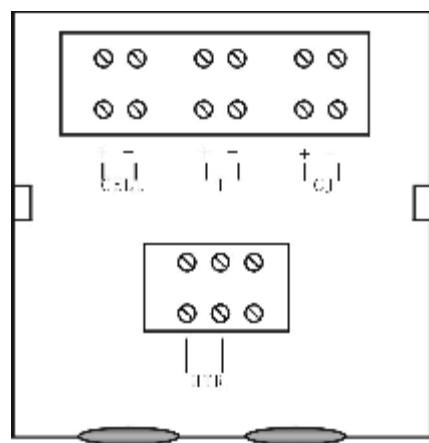

图 6 检测器接线盒布置图
(5) 安装前检查
- a. 冷状态初检：转换器进行外观及绝缘检查，检测器检查：(1) 端子 1、2 间电阻应大于 $2M\Omega$ 。(2) 端子 3、4 间电阻应小于 10Ω 。(3) 端子 7、8 间电阻应在 80Ω 左右。(4) 除氧电势 CELL 负极外，其余各端子对地绝缘电阻应大于 $40M\Omega$ 。
- b. 热状态检查：按接线图正确连接，如图 6、7、8 示。打开电源开关，等仪表转入正常测量后，测量热电偶信号以确定工作温度是否控制在 $750^\circ\text{C} \pm 2^\circ\text{C}$ 或 $700 \pm 2^\circ\text{C}$ ，测量检测器端子 1、2 间电阻（注：正反极方向各测一次取均值）应小于 100Ω 。